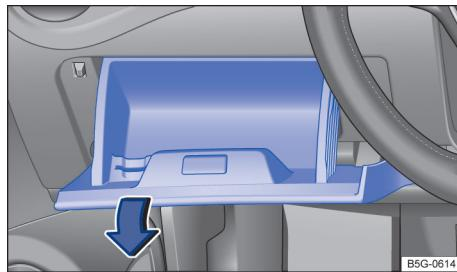

图 116 驾驶员侧仪表板：保险丝盒盖板
- 用力沿箭头方向拉左侧的储物箱 → 图 116。为此需要用较大的力量。